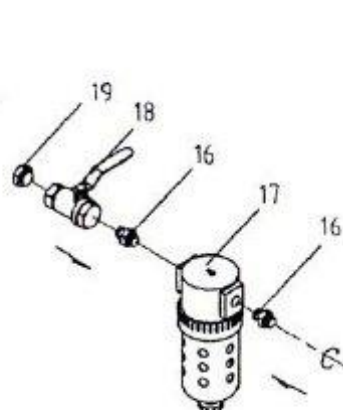

Figura 2
2. Consulte la Figura 2 para instalar la trampa de aire (17). Hay dos conectores (16) en ambos lados del filtro. Se debe montar una válvula de suministro de aire (18) en un conector. Un extremo de la válvula de aire (18) debe estar conectado al conector (16) y el otro extremo al conector hembra-macho (19). Cuando la máquina arenadora esté lista para usarse, la línea de aire del compresor debe conectarse al acoplador hembra-macho (19).